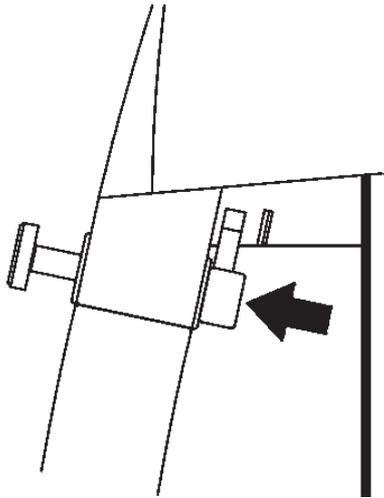

Figure 3.0-2
1. Pour débloquer et faire monter la barre avec l'outil : pressez le bouton à fond avec l'index de la main dans le sens de la flèche (Fig. 3.0-2).